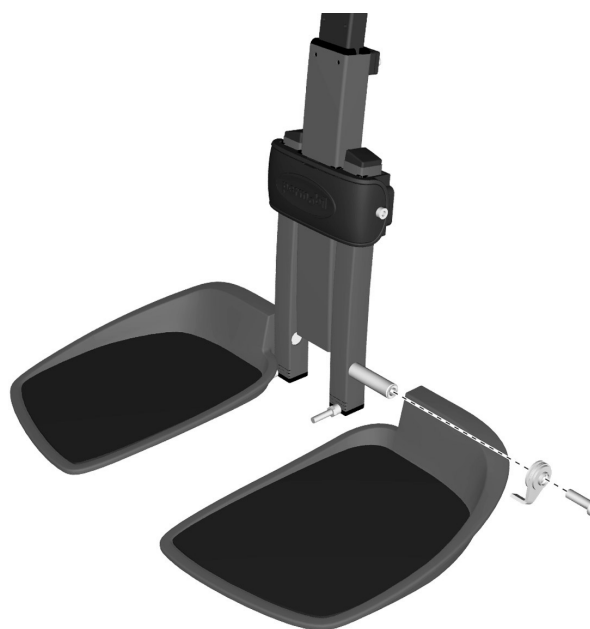

Bild 125. Fotplattan och dess friktionsbroms.
3. Demontera fotplattans friktionsbroms genom att dra delarna av axeln. Se bild. 125.
4. Demontera fotplattan genom att dra den av axeln. Se bild. 125.
1. Montera fotplattan genom att skjuta in den på dess axel. Se bild. 125.
3. Montera den skruv som fotplattan sitter monterad med. Se bild. 125. Dra åt skruven med hjälp av en momentnyckel. **Åtdragningsmoment 33 Nm.**